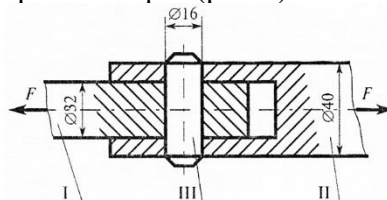

Рис.7. Штифтовое соединение.
10. Стержни I и II соединены штифтом III и нагружены растягивающими силами. Рассчитать величину площади среза штифта (рис.7).